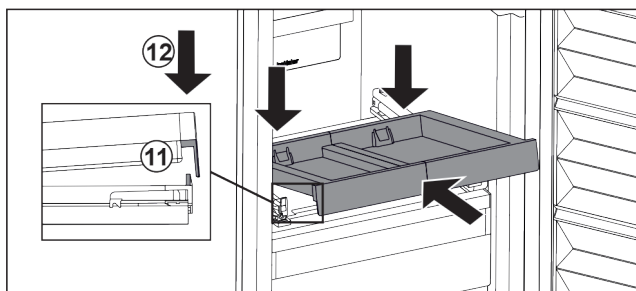

Fig. 37
- ▶ Skub skråt ind. Vær opmærksom på, at anslaget to sidder er bag lasken. Fig. 37 (11)
- ▶ Sæt udtrækshylden ned foran. Fig. 37 (12)